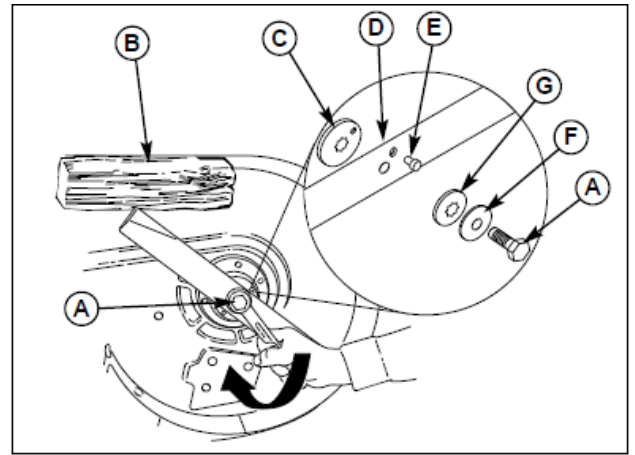
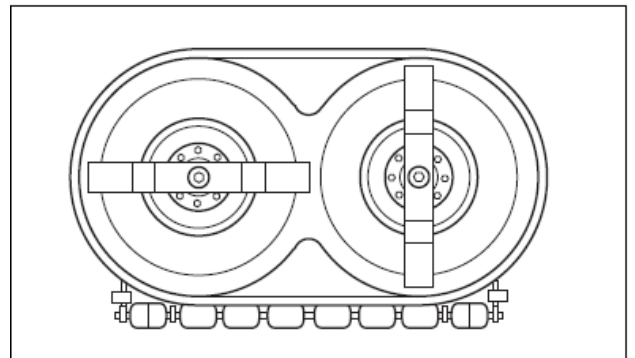

図 27 40”モアのブレード取り付け
図 28 ブレードタイミングの確認
**40” モア:** キャップスクリュー(図 27 の A)、スプリングワッシャ(F)、スプラインワッシャ(G)、アライメントピン(E)、ブレード(D)を外します。ブレードアダプタ(C)は外さないでください。
**40” モア:** 刃が図 28 のように互いのブレードに対して垂直であることを確認してください。異なっている場合、このセクション内の「ブレードタイミング」を行ってください。スプラインワッシャ(図 27 の G)、スプリングワッシャ(F)、キャップスクリュー(A)を取り付け木片(B)で固定してキャップスクリュー(A)を 61-75N.m のトルクで締めます。
2. モアデッキをひっくり返して、ブレードの位置を確認してください。ブレードは、図 28 で示すように互いのブレードに対して垂直となっていないかもしれません。異なっている場合、ステップ 3 に進行してください。
3. 木片(図 27 の B)をブレードの固定用として用いキャップスクリュを緩めます。
4. キャップスクリュ(図 27 の A)、スプリングワッシャ(F)、スプラインワッシャ(G)を外します。
5. アライメントピン(図 27 の A)を外します。ブレード(D)を手で回して図 28 のように直角となるようにします。この場合、ブレードアダプタ(C)を外して回してブレードホールに合わせます。
6. アライメントピン(E)、スプラインワッシャ(G)、スプリングワッシャ(F)、キャップスクリュ(A)を取り付けます。木片(図 27 の B)を用いてブレードを固定してキャップスクリュ(A)を 61-75N.m.のトルクで締めます。